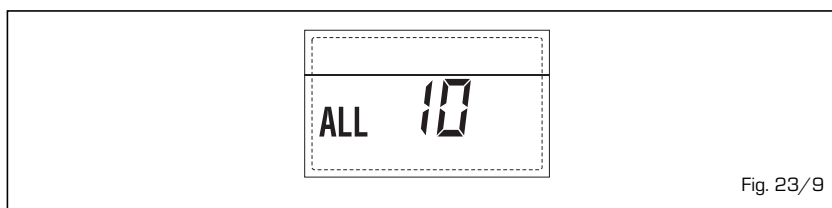

Fig. 23/9
- **INTERVENTO SONDA FUMI "ALL 13" (fig. 23/10)**